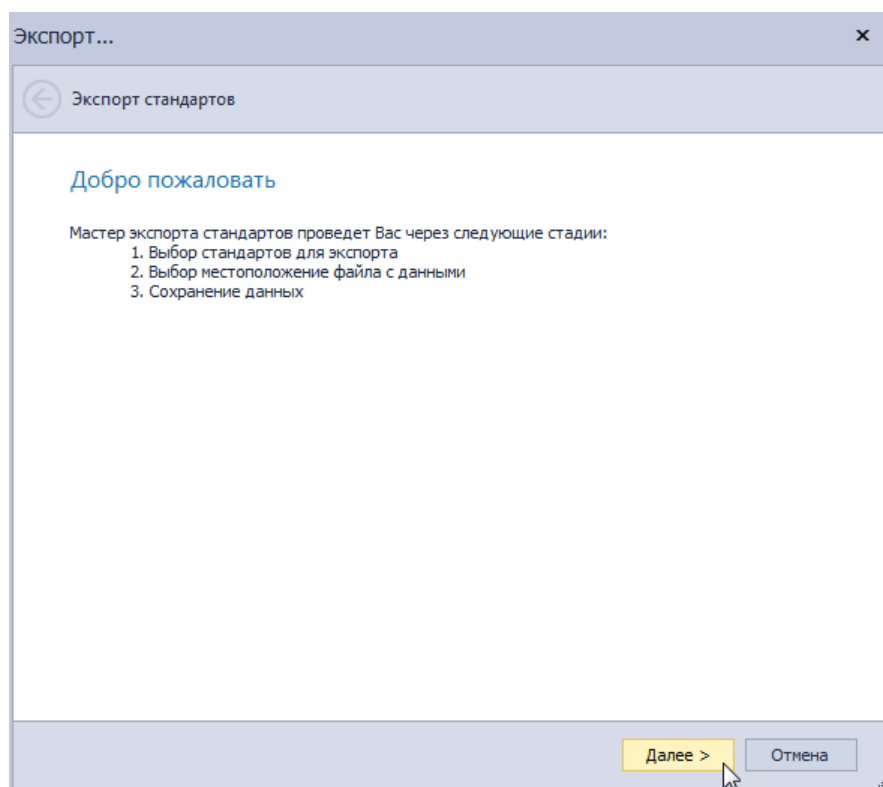

Рис. 8 Начало экспорта
2. В открывшемся ознакомительном окне экспорта нажмите «Далее», Рис. 8.